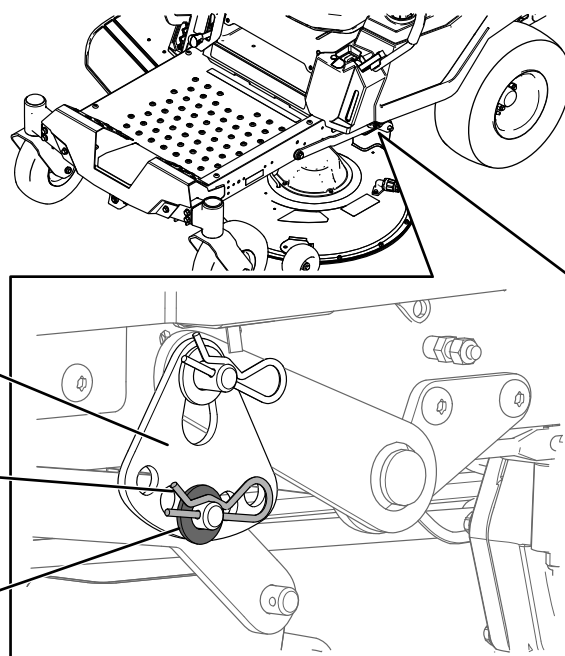

Figure 61
6. Retirez la goupille fendue et la rondelle de l'axe inférieur du bras de levage (Figure 61).
8. Installez la rondelle et la goupille fendue (Figure 61).